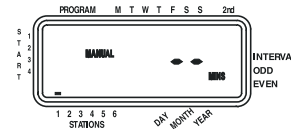

Figure 13
- ☛ Appuyer sur la touche **MANUEL**. Ensuite, appuyer sur **SUIVANT** trois fois. Un curseur clignotant s'affichera sur la station 1 avec l'indication -- MINS [Voir Figure 13].